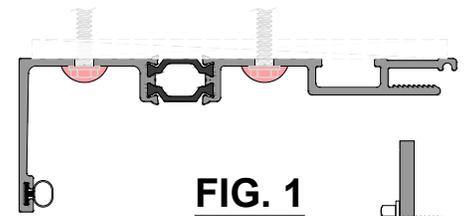

FIG. 1
- Mettez une cale sous le receveur pour niveler et corriger la position de la hauteur. **Voir Fig. 1.**